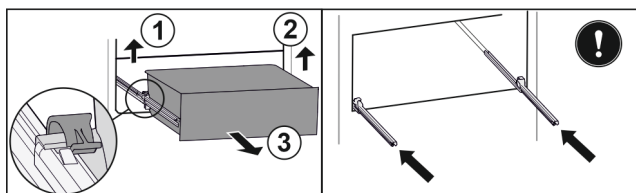

Fig. 129
- ▶ 提起左侧夹子，同时将抽屉左侧向前拉。 Fig. 129 (1)
- ▶ 提起右侧夹子，同时将抽屉右侧向前拉。 Fig. 129 (2)
- ▶ 朝前取出抽屉。 Fig. 129 (3)